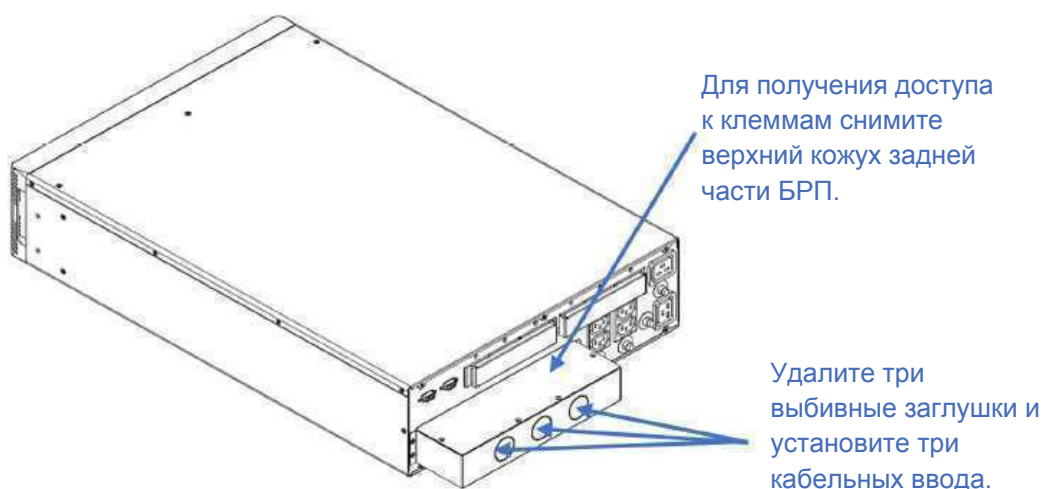

Рис. 6-6. Расположение верхнего кожуха задней части и трех выбивных заглушек на задней панели БРП
2. *² Для получения доступа ко всем клеммам БРП (8, 9, 10) следует снять верхний кожух задней части БРП. Расположение кожуха клеммного блока показано на **рис. 6-6**. Клеммы БРП показаны на **рис. 6-7**. Для выполнения проводки БРП необходимо удалить три выбивные заглушки (см. **рис. 6-6**) и установить кабельные вводы (предоставляются пользователем). Подробнее см. в Главе **6. Подключение**.
3. *³ Для конфигураций со входом от двух источников основной источник переменного тока и байпасный источник должны использовать одну и ту же нейтраль (N). Подробнее см. в Главе **6. Подключение**.
Кабели БРП должны подключаться к входным клеммам переменного тока, входным клеммам байпаса, выходным клеммам переменного тока и клеммам заземления, которые находятся под верхним кожухом задней части БРП. См. **рис. 6-6** и **6-7**. Для надежного крепления кабелей питания к БРП необходимо удалить три выбивные заглушки и использовать три кабельных ввода (предоставляются пользователем).